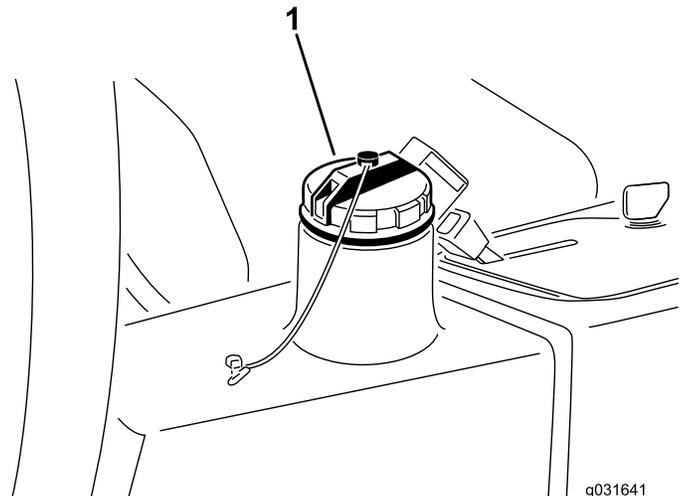

Figura 65
4. Riempite il serbatoio idraulico (Figura 65) con circa 13,2 litri di fluido idraulico; vedere Verifica dell'impianto idraulico \(pagina 53\).